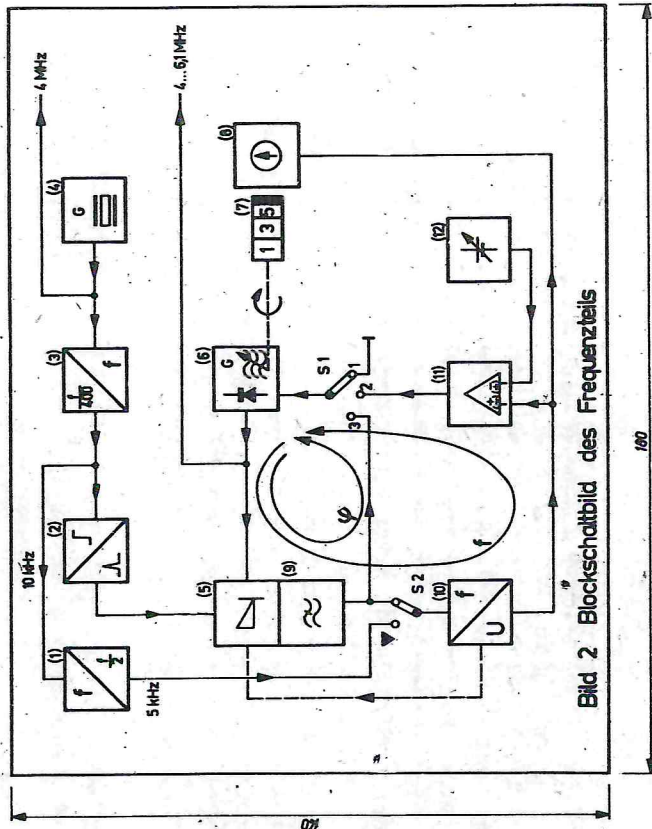

Рис. 2 БЛОК-СХЕМА БЛОКА ЧАСТОТ
На рис. 2 показана блок-схема блока частот:
Напряжение на выходе дискриминатора также сравнивается в операционном усилителе (11) с переменным опорным напряжением (12). Усиленное дифференциальное напряжение при режиме работы частотной регулировки (в 1 в положении 2) оказывает влияние на емкостный делитель в колебательном контуре переменного генератора (6) и регулирует его частоту. Таким образом получается контур частотной регулировки, наглядно показанный на рис. 2 большой дугой, обозначенной буквой "г".